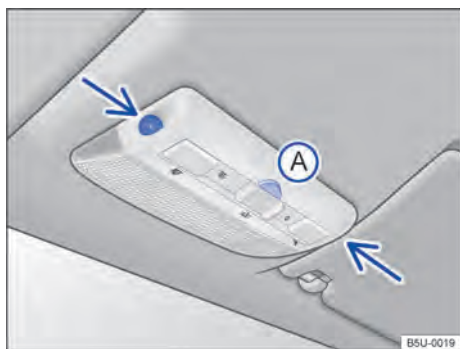

Fig. 50 No console do teto: sensores de monitoramento do interior do veículo e tecla (A) para desligar o monitoramento do interior do veículo.
O monitoramento do interior do veículo dispara o alarme com o veículo travado, se reconhecer movimentos no interior do veículo. O sensor e o receptor estão localizados no conjunto da lanterna de leitura → Fig. 50 (setas).
- Pressionar a tecla → Fig. 50 (A). No painel de instrumentos, a luz de controle  se acende.